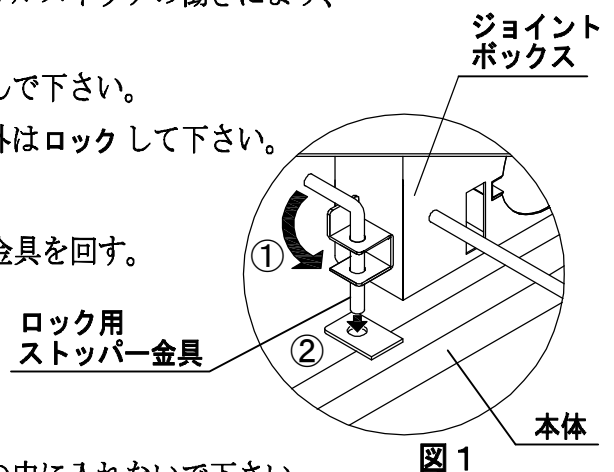

図1
- ①ジョイントボックス側面のロック用ストッパー金具を回す。
- ②本体の穴に差し込む。(図1 参照)